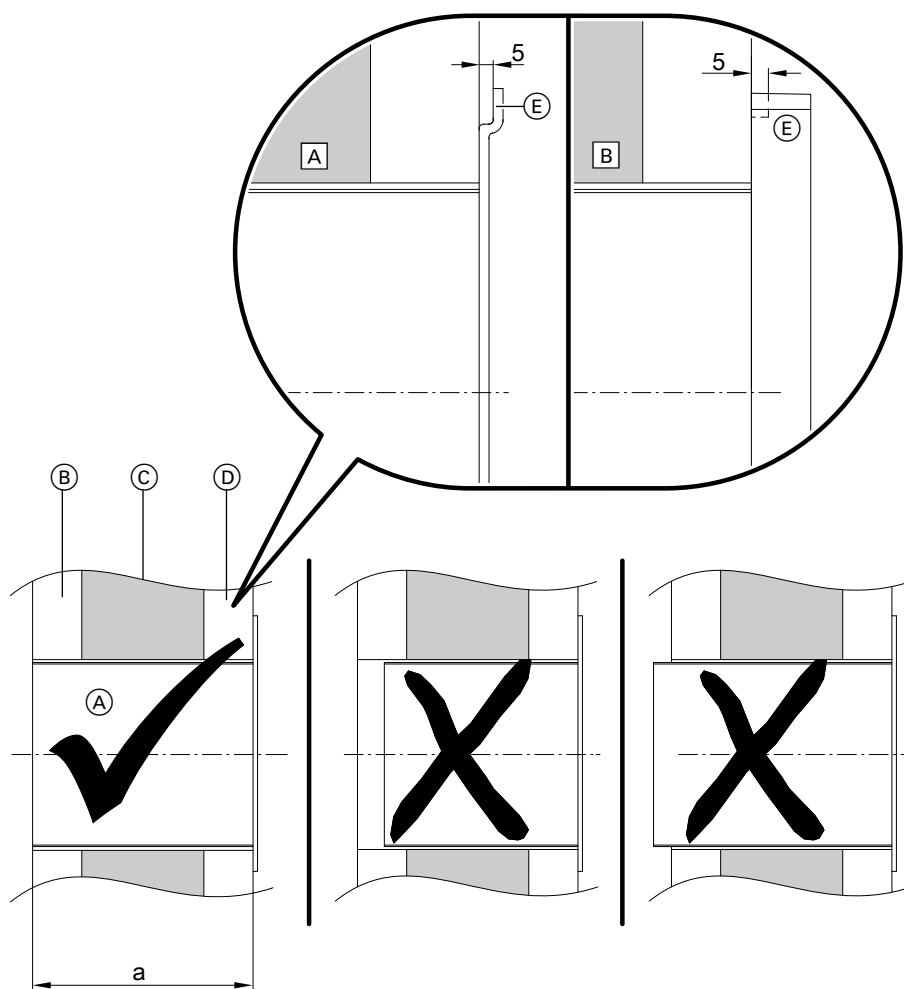

Abb. 5
Falls die Länge der Wandhülse nicht exakt bestimmt wird, kann die Außenwandblende ggf. nicht korrekt montiert werden. Dadurch läuft im Betrieb des Lüftungsgeräts ggf. Kondenswasser an der Außenwand herunter. Länge der Wandhülse gemäß Abb. 5 auf Seite 12 bestimmen.
Länge der Wandhülse gemäß Abb. 5 auf Seite 12 bestimmen.
3. Wandhülse gemäß Abb. 5 auf Seite 12 herausziehen und positionieren.